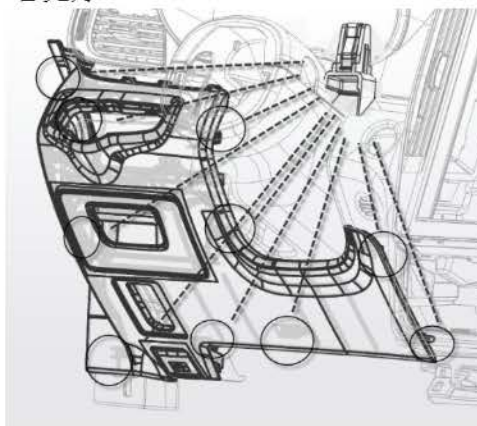

图 1-8 仪表板左下护板安装结构示意图
(1) 手指伸入左下护板背面的左上侧和右上侧,同时用力往外拉出图 1-8 所示左上角和右上角处地卡脚;
(2) 从上到下依次拔出左侧剩余的卡脚和右侧剩余的卡脚。
(3) 所有卡脚脱开后,将左下护板拉出一段距离,拔掉线束接插件。
(1) 确保 10 个塑料卡扣安装在相应位置(详见图 1-8);
(2) 产品沿水平方向靠近仪表板上本体,接上线束接插件;
(3) 将产品各卡脚对准仪表板上本体安装孔,轻拍各装配处至装配牢靠,外观配合完好。